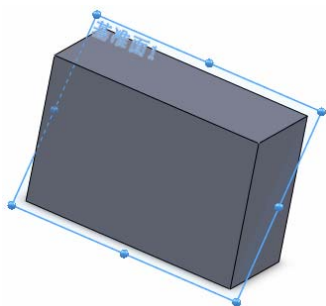

图 6-5 创建基准面的图形
⑥ 确认生成的基准面。单击“基准面”属性管理器中的“确定”图标按钮,结果如图 6-5 所示。